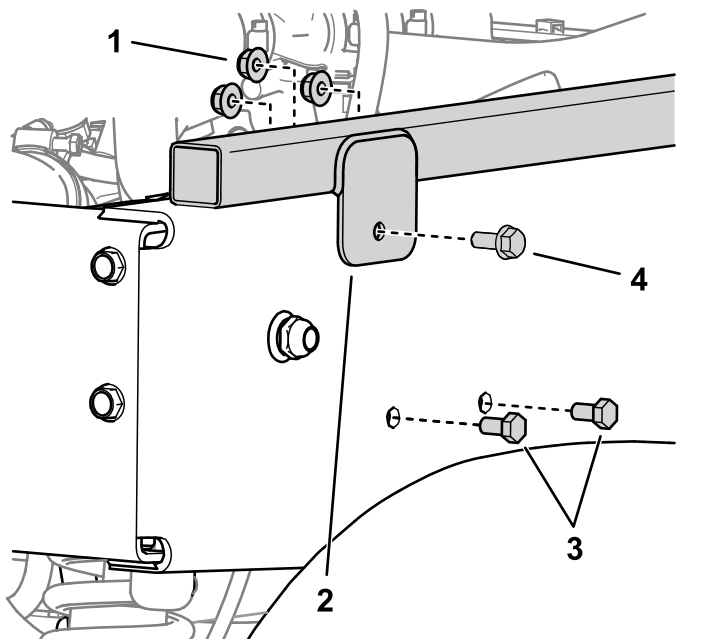

Figure 12
5. Du côté droit de la machine, détachez le support de solénoïde et écartez-le de la trajectoire de la foreuse (Figure 12).
6. Percez un trou dans le cadre du plateau en vous aidant de la patte de montage sur chaque entretoise latérale comme guide, et fixez le cadre à l'aide d'un boulon court et d'un écrou (Figure 12).